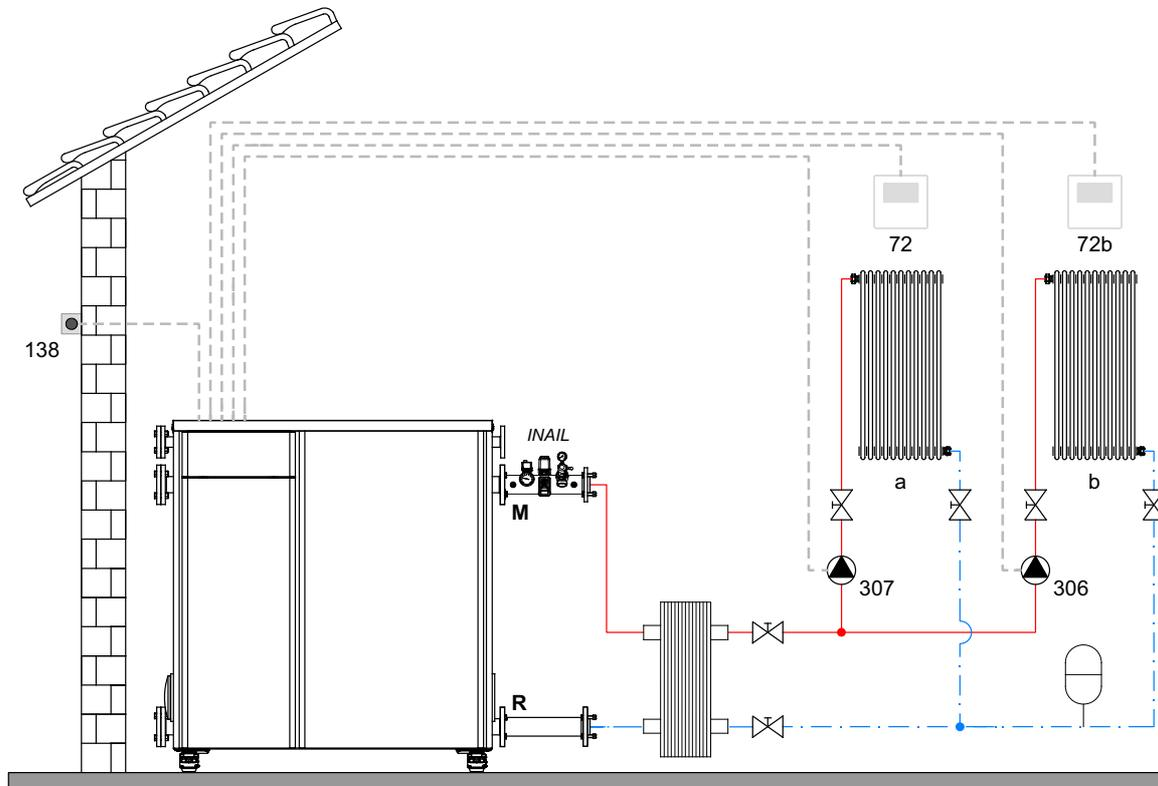
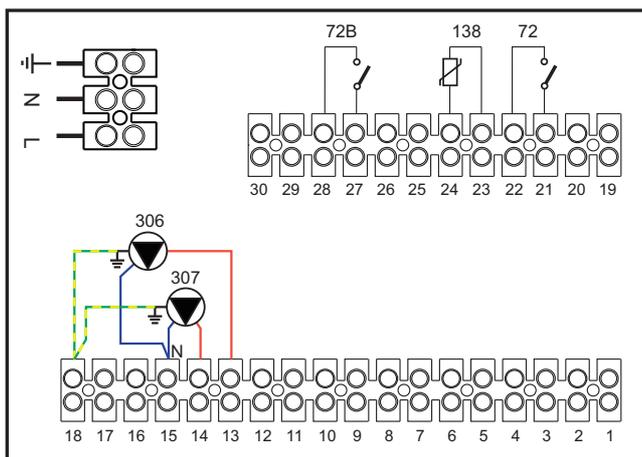

fig. 55
fig. 56
#### Legenda (fig. 55 e fig. 56)
**Legenda (fig. 55 e fig. 56)**